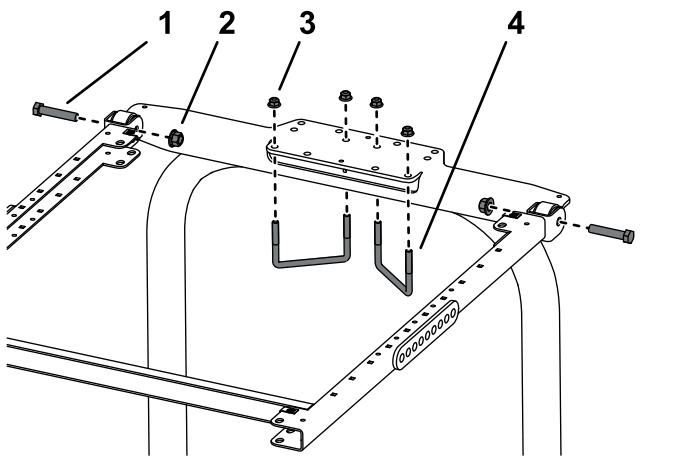

Figura 25
8. Coloque el soporte de montaje del ROPS encima de la barra antivuelco de la unidad de tracción (Figura 25).
9. Usando los taladros de montaje indicados en la Figura 25, Monte el soporte en la parte superior de la barra antivuelco con 2 pernos en U (4 1/2" x 2 3/4") y 4 tuercas con arandela prensada.